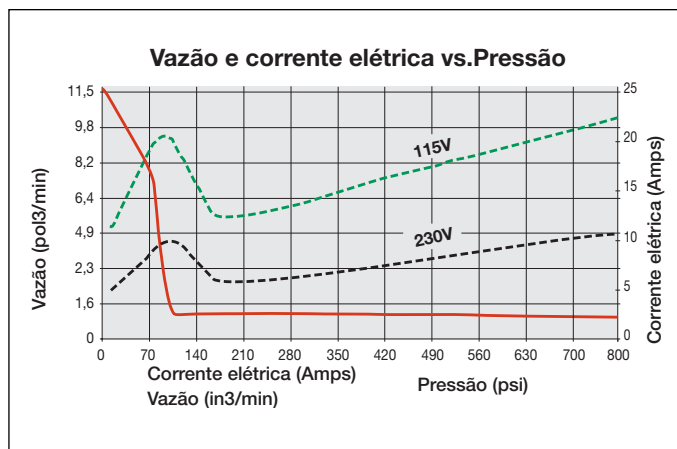

Figura 1, Diagrama de Vazão
**3.2 Diagrama de Vazão (ver Figura 1):**
\*Consumo efetivo de força depende da aplicação. Ver Figura 1.
1. A proteção das linhas do circuito e os disjuntores devem ser fornecidos pelo cliente. A proteção da linha de circuito deve ser de 115% do valor da amperagem do motor, na carga máxima da aplicação. (Ver Figura 1).